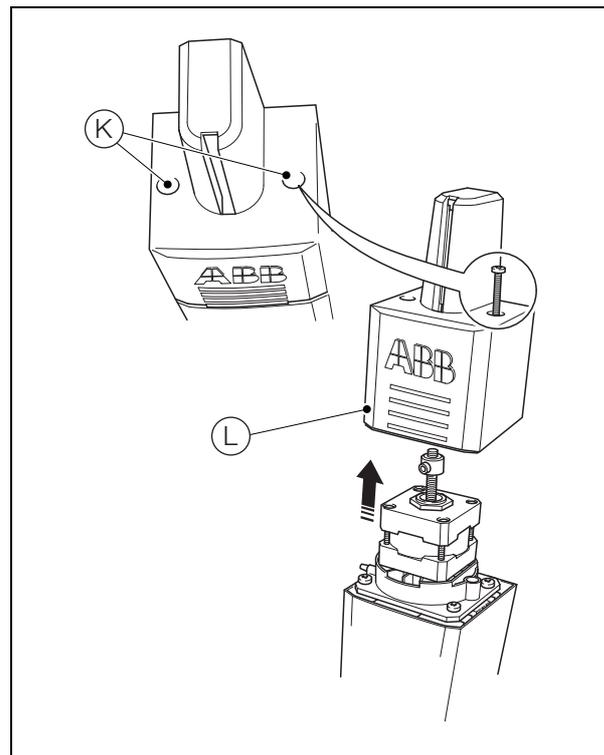

Fig. 13.12 Desmontaje de la tapa superior de la célula de medida
5. Con referencia a Fig. 13.12, quite los dos tornillos (K) y desmonte la tapa superior de la célula de medida (L).
11. Con referencia a Fig. 13.12, reinstale la tapa superior de la célula de medida (L) y fíjela con los dos tornillos (K).